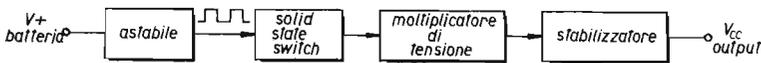

figura 1
La soluzione immediata è riportata in figura 1 con lo schema a blocchi del circuito che non presenta alcun trasformatore o altro di simile.
La (4) e la (5), oltre alla onnipresente (1), sono le formule relative a questo metodo; la K_{Lat} è una costante da introdursi a seconda che si operi sul grande quadrato letterale che iniziando dalla Campania comprende quasi tutta l'Europa ($K_{\text{Lat}} = 40$), o invece nel sud Italia ($K_{\text{Lat}} = 15$); questo a causa del ripetersi delle lettere ogni venticinque gradi di latitudine (vedi figura 1).